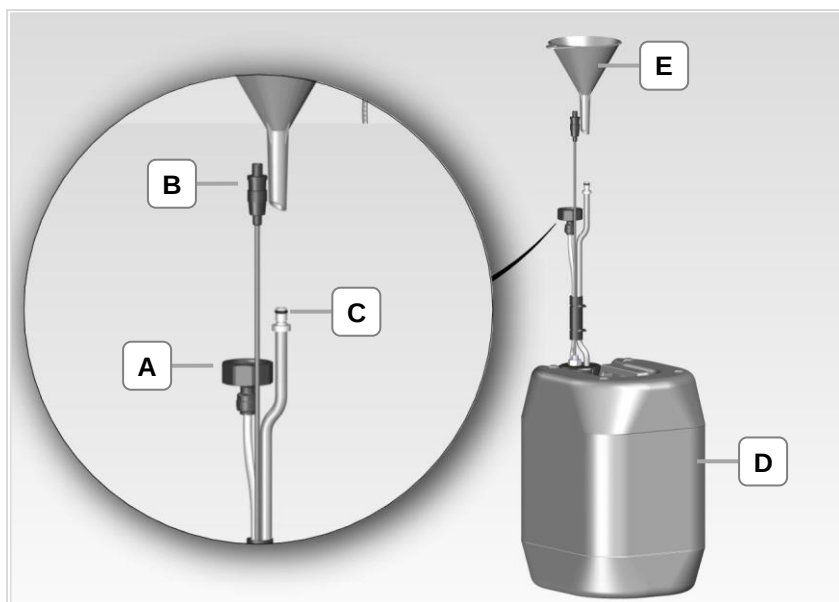
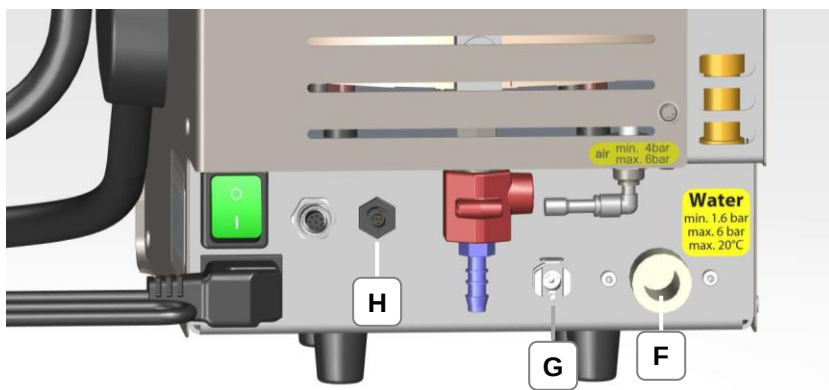
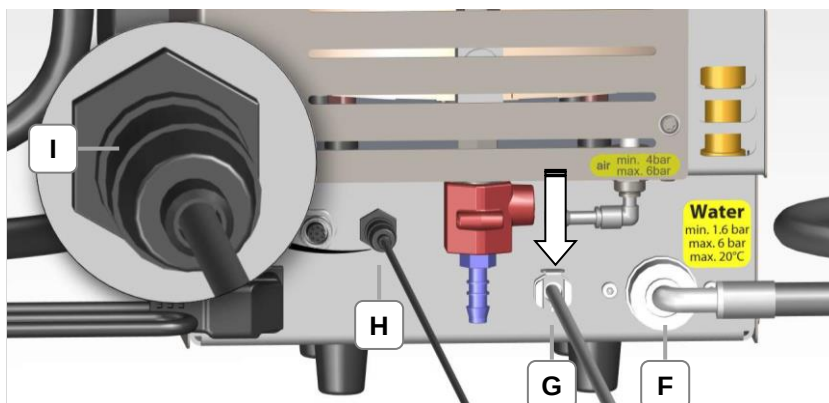
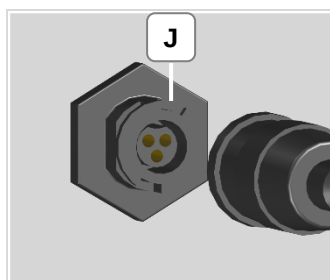

Bild 4.5.1: Kanister mit Zubehör
Bild 4.5.2: Anschlüsse für den Betrieb mit Kanister
Bild 4.5.3: Anschlüsse für den Betrieb mit Kanister (angeschlossen)
Bild 4.5.4: Steckerausrichtung (J)
Auslaufendes Wasser! Wird ein mit Kanister montiertes Gerät an einen Festwasser-Anschluss angeschlossen, muss der Entlüftungsschlauch (Bild 4.5.3-G) entfernt werden. • Den Entlüftungsschlauch entfernen, damit der Kanister nicht überläuft.
1. Schrauben Sie das Schraubgewinde (Bild 4.5.1-A) des Schlauchs an den Wasseranschluss des Gerätes (Bild 4.5.2-F). Prüfen Sie, ob die Dichtung im Schraubgewinde (Bild 4.5.1-A) eingelegt ist.
2. Schließen Sie den Kabelstecker (Bild 4.5.1-B) für die Füllstandüberwachung am Anschluss (Bild 4.5.2-H) an und drehen Sie die vordere Verschraubung (Bild 4.5.3-I), bis sie einrastet. Steckerausrichtung beachten (Bild 4.5.4-J).
3. Stecken Sie den Entlüftungsschlauch (Bild 4.5.1-C) in den Anschluss (Bild 4.5.2-G).
- Beachten Sie beim Abstecken des Entlüftungsschlauchs, den Verriegelungshebel (Bild 4.5.3-G) in Pfeilrichtung nach unten zu drücken!